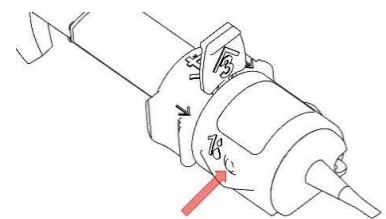

Fig. 1.
3. **Introduire complètement la canule (23-27G) d'une seringue remplie de matière viscoélastique dans la petite ouverture numérotée « 1 » (Fig.1) tout en maintenant une légère pression sur l'embout de la canule. Injecter le viscoélastique à travers l'ouverture. La quantité de viscoélastique injectée est suffisante lorsque l'optique de la LIO est recouverte de solution viscoélastique.**